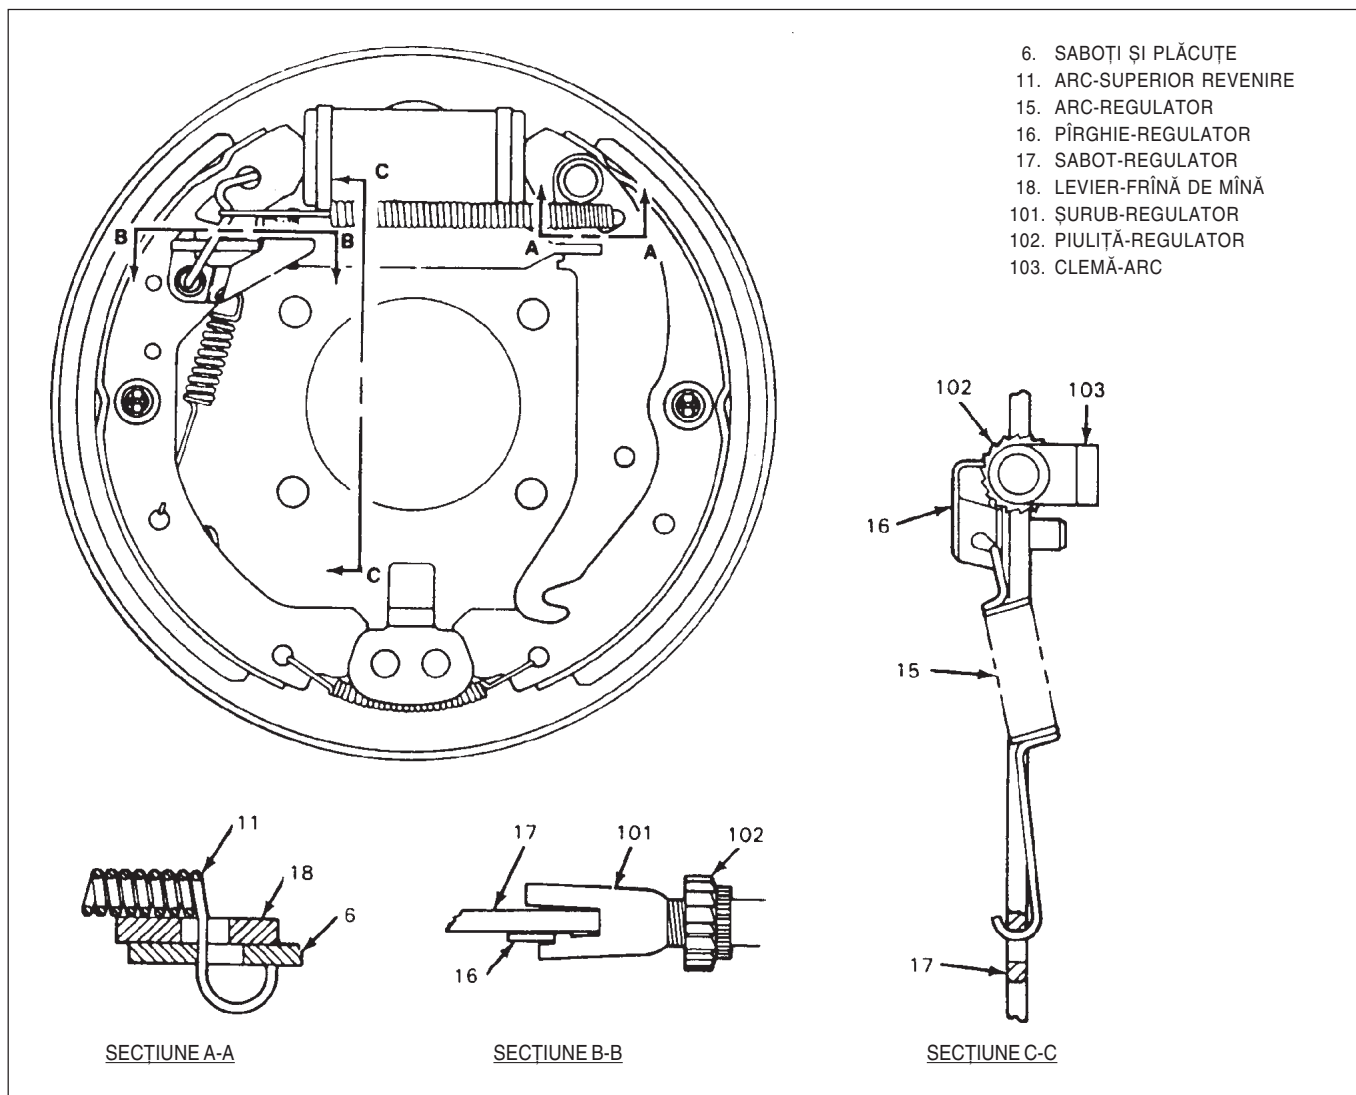

Fig. 4 Vederi speciale ale ansamblului frînei
- Nu supraîntindeți arcul inferior de revenire (12).
- 6) Ansamblul regulator (14).
- Se notează poziția regulatorului de la demontare, vezi Fig. 4.
- Se pune clema arcului (103) spre platoul spate (4).
- 7) Pîrghia (16) a regulatorului pe știft și arcul (15).